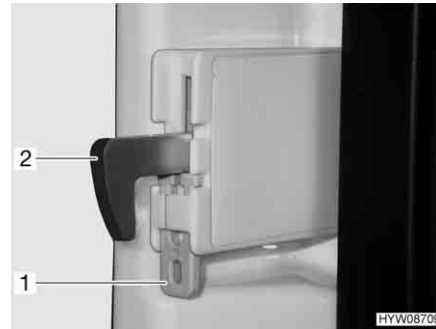

Fig. 159 Dispositivo de fijación (gancho de bloqueo)
**Fijar el gancho de bloqueo:** ■ Presionar la fijación (Fig. 159,1) hacia arriba. El gancho de bloqueo (Fig. 159,2) se presiona hacia arriba y ya no estará funcionando.
**Soltar el gancho de bloqueo:** ■ Presionar el gancho de bloqueo (Fig. 159,2) hacia abajo. El gancho de bloqueo volverá a funcionar.